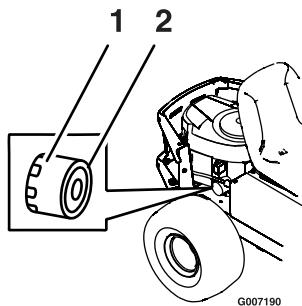

Figure 28
8. Enlevez le filtre usagé et essuyez le socle de montage (Figure 28).